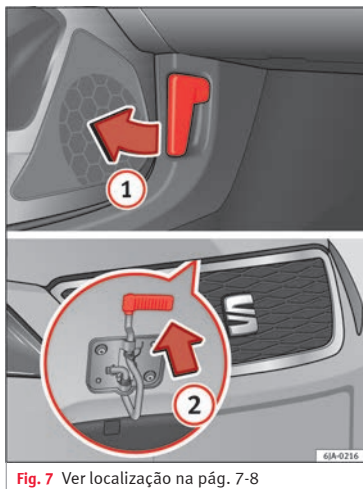

Fig. 7 Ver localização na pág. 7-8
- Abrir o capô: puxe a alavanca existente por baixo do painel de instrumentos » Fig. 7 ①.
- Levantar o capô: faça pressão para cima sobre a saliência situada debaixo do capô » Fig. 7 ②. O gancho de fixação fica desbloqueado.